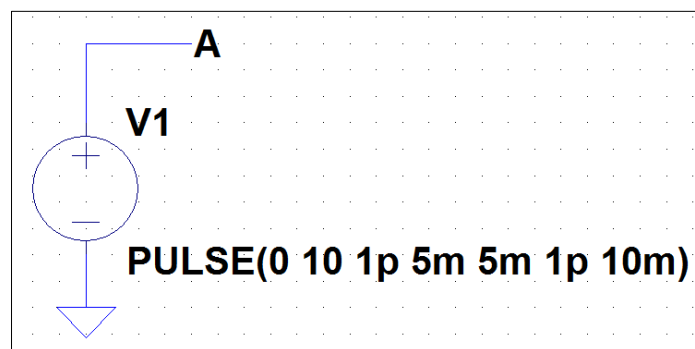
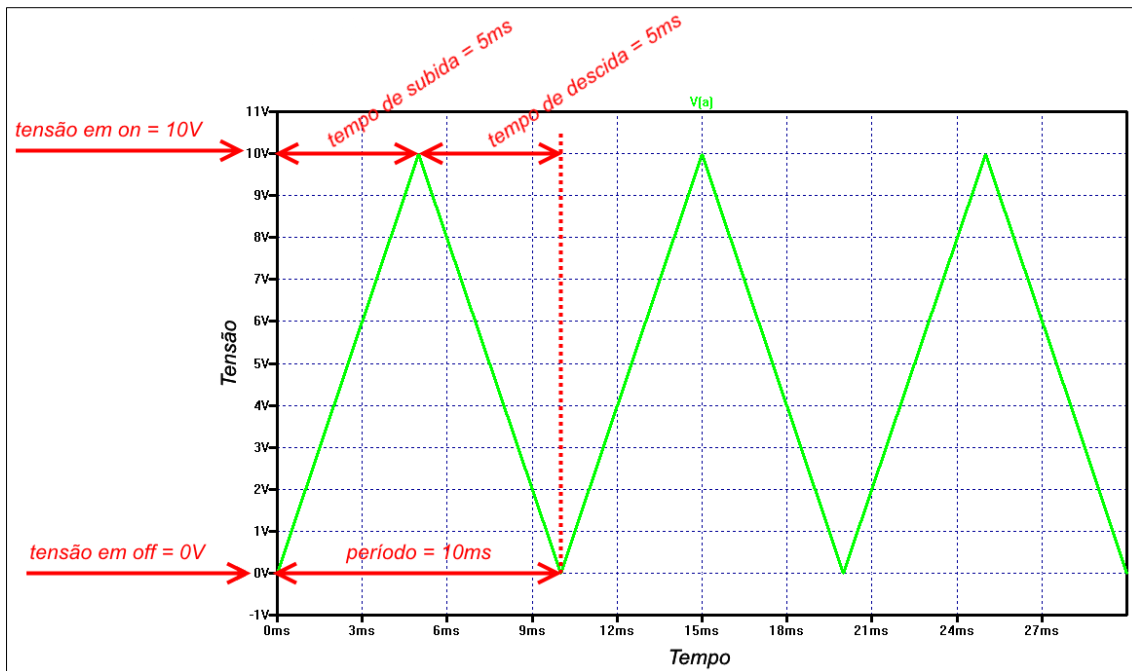

Figura 23 - Fonte de tensão configurada conforme exemplo 4
Figura 24 - Sinal da fonte do exemplo 4 medido no simulador
****Exemplo 4:** a Figura 23 mostra uma fonte de tensão configurada com sinal de onda triangular de **tensão 10V em on, 0V em off, tempo de atraso 1ps, tempo de subida 5ms, tempo de descida 5ms, tempo ligado 1ps e período de 10ms**. Já a Figura 24 ilustra esse sinal medido pelo simulador.